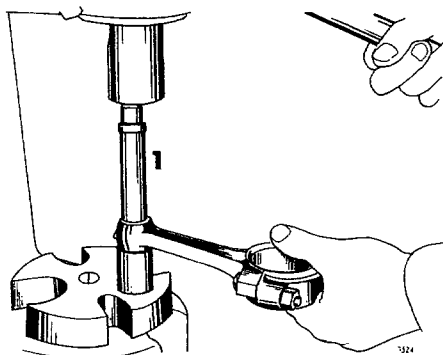

Fig 01-39. Bytte av bussning i vevstake
4. Om kolvtappsbusningen är försliten pressas den ur enligt fig 01-39. En ny bussning pressas i med samma verktyg, vars andra ände nu används. Se till att bussningens smörjhål kommer mitt för motsvarande hål i vevstaken.